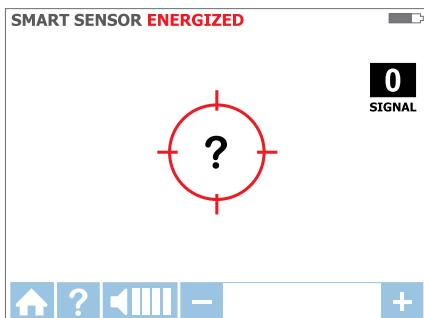

Abbildung 3.1c
- Halten Sie den Empfänger so, dass der SMART-SENSOR an der Rückseite des Gerätes auf den Zielbereich zeigt. Wenn ein „?“ in einem roten Fadenkreuz blinkt, wurde kein Signal erkannt. Bringen Sie den SMART-SENSOR näher an den Zielbereich, bis das Signal erkannt wird und Sie einen Richtungspfeil sehen. Falls kein Signal erkannt werden sollte, erhöhen Sie die Empfindlichkeit mit der „+“-Taste am Empfänger. (siehe Abbildung 3.1c)\*